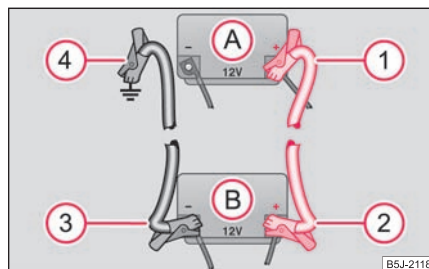

Abb. 199 Starthilfe mit der Batterie eines anderen Fahrzeugs: A - entladene Fahrzeugbatterie, B - stromgebende Batterie
- Befestigen Sie ein Ende ① am Pluspol ⇒ Abb. 199 der entladenen Batterie (A).
- Befestigen Sie das andere Ende ② am Pluspol der stromgebenden Batterie (B).